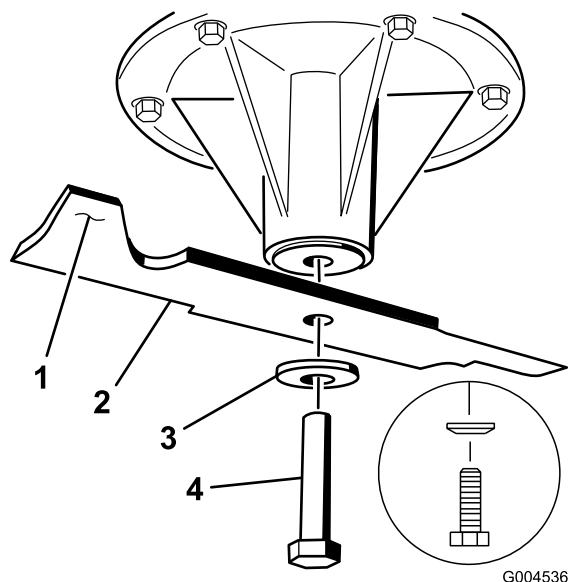
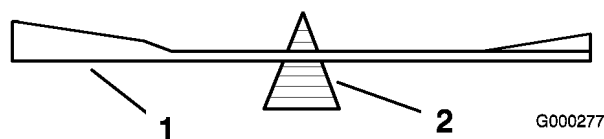

Figura 74
Figura 77
2. En las plataformas de cortacésped de 40 y 48 pulgadas, retire del eje el perno de la cuchilla, la arandela curva y la cuchilla (Figura 74).
- Verifique el equilibrio de la cuchilla colocándola sobre un equilibrador de cuchillas (Figura 77). Si la cuchilla se mantiene horizontal, está equilibrada y puede utilizarse. Si la cuchilla no está equilibrada, rebaje algo el metal en la parte de la vela solamente (Figura 74). Repita este procedimiento hasta que la cuchilla esté equilibrada.
- Instale la cuchilla en el eje (Figura 74).
Importante: La vela de la cuchilla debe apuntar hacia arriba y hacia el interior del cortacésped para asegurar un corte correcto (Figura 74).
- En las plataformas de cortacésped de 40 y 48 pulgadas, instale la cuchilla, la arandela curva y el perno de la cuchilla (Figura 74).